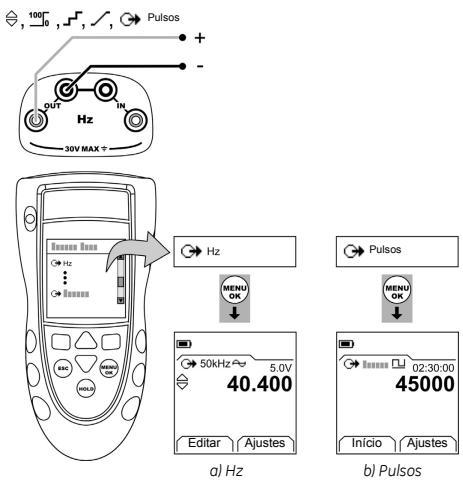

Figura 2: Exemplo de configuração - Alimentar Hz ou Pulsos
- Conecte o instrumento (Figura 2) e, se necessário, ajuste o Conf. (Tabela 1).